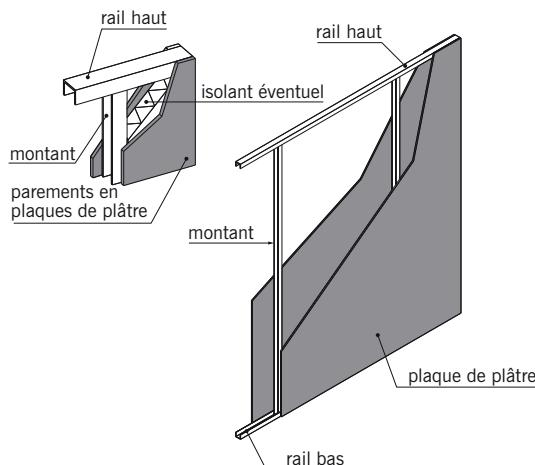

fig. 8.7
- La **cloison avec ossature métallique** constituée de plaques de plâtre vissées sur des *rails* et des montants en acier galvanisé (fig. 8.7). Pour répondre aux besoins d'isolation thermique et phonique, un isolant peut être incorporé dans la cloison et l'épaisseur des plaques et leur nombre peuvent être augmentés.